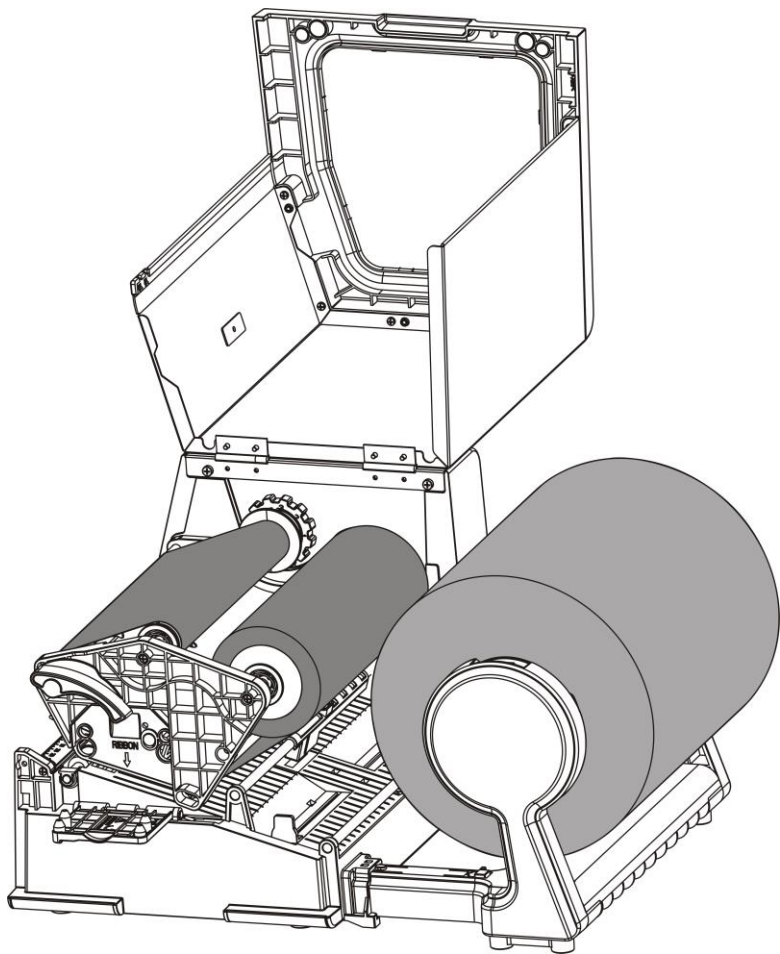

图 9-3
5. 把纸卷轴连同纸卷一起放回纸卷仓。(图 9-3)
6. 按纸卷轴上的刻度将纸卷放置在中间位置。(图 9-3)
7. 将两个挡板靠紧纸卷。(图 9-3)